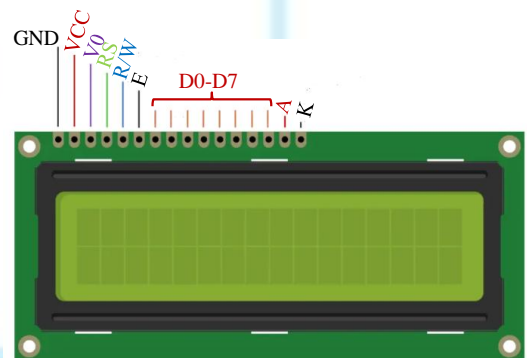

Figura 2. Diagrama de pines de una pantalla LCD.
Estas pantallas constan de 16 pines para su control (Figura 2) ^[1]. El pin de la izquierda es el pin de *tierra* o referencia (GND); el segundo es el de *alimentación* de voltaje (VCC), el cual es de 5V y por lo general proviene del Arduino; el tercero es el pin de *control del contraste* (V0), al cual se puede conectar un potenciómetro o una señal de voltaje variable; el cuarto pin es el de *selección de registro* (RS), que se utiliza para seleccionar el modo de envío de comandos o envío de datos al LCD, por ejemplo, si el estado de este pin es bajo (0 Volts), es posible enviar comandos como limpiar pantalla, apagar pantalla u otros, pero si el estado es alto (5V) se envían caracteres. El siguiente pin es el de *lectura y escritura* (R/W), el modo de escritura permite enviar comandos o caracteres a la LCD, mientras que el de lectura es usado para procesos internos de la misma y que no son relevantes para nuestro caso. A continuación, se encuentra el pin de *activación* (E), el cual activa la escritura a los siguientes 8 *pines de datos* D0 a D7, a los cuales se envían conjuntos de datos de 8 bits de acuerdo con la tabla de código ASCII, por ejemplo, el carácter “A” corresponde a un código de bits de “0100 0001”. Los últimos dos pines son los de *ánodo* (A) y *cátodo* (K) para la iluminación LED de fondo.